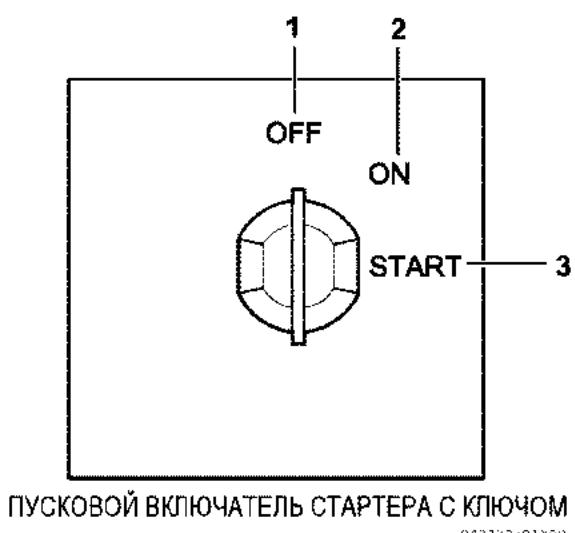

Рисунок 10
В положении OFF (ВЫКЛЮЧЕНО) – ключ стоит строго вертикально (Рисунок 10, (1)) -
Положение ON (ВКЛЮЧЕНО) (Рисунок 10, (2)) – В этом положении ключ находится во время работы двигателя.
Положение START (ЗАПУСК) (Рисунок 10, (3)) – Необходимо повернуть ключ в это положение, чтобы запустить двигатель. Как только двигатель запустится, следует отпустить ключ, и он автоматически вернется в положение ON (ВКЛЮЧЕНО).